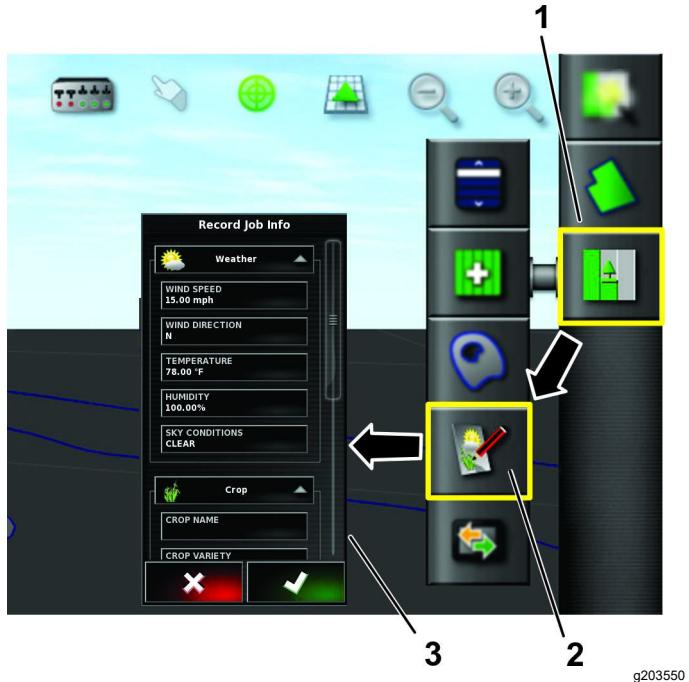

Figura 86
1. Premete l'icona della attività (Figura 86).
2. Premete l'icona di Registrazione delle informazioni dell'attività (Figura 86).